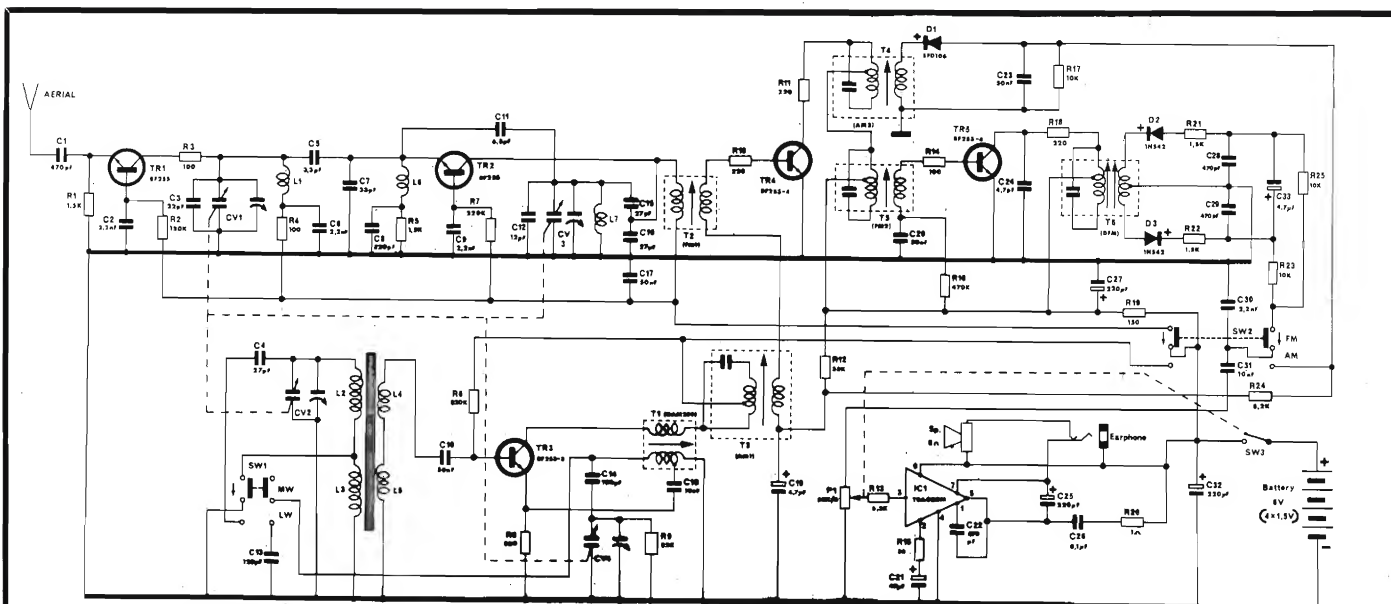

Fig. 1 - Schema elettrico del radiorecettore AMTRON UK 573, in vendita presso tutti i negozi G.B.C.
Per effettuare la taratura della banda Onde Medie (AM), si regolerà il generatore di segnali su 470 KHz e per ottenere un segnale modulato in ampiezza. Il segnale sarà portato al punto di riunione di C10 ed L4 (Fig. 1). Ci si accerterà che il commutatore SW2 sia su AM, ed SW1 su "MW" (Medium Wave = onde medie). Si regolerà inizialmente il nucleo del trasformatore-filtro T4, e poi quello del T3 per la massima uscita, come in precedenza, attenuando man mano l'ampiezza del segnale che proviene dal generatore.